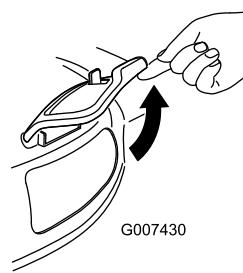

Bild 32
- Öffnen Sie die Seitauswurkklappe (Bild 32).